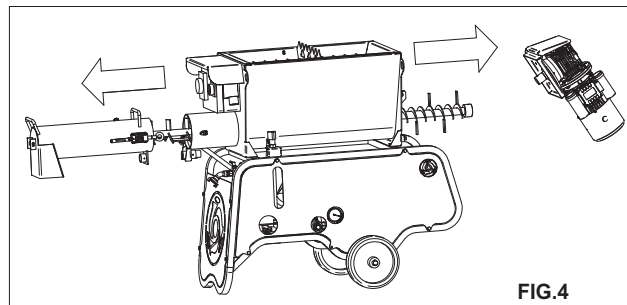

FIG.4
6. SEGURIDAD ELÉCTRICA (fig. 4)
Para facilitar el transporte, la máquina puede desarmarse como se indica en la fig. 4.